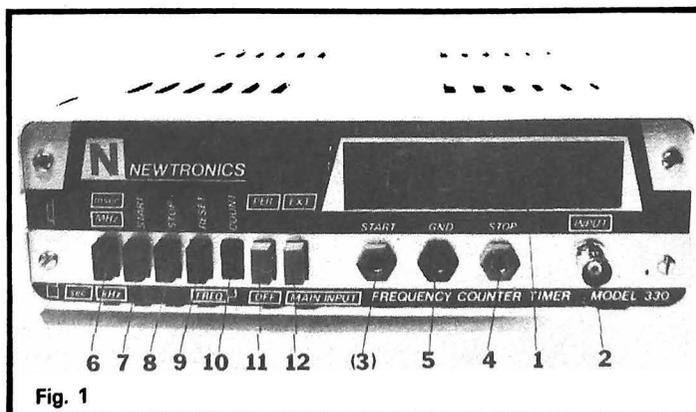

Fig. 1
On trouvera le détail de cette dernière, dans la photographie de la figure 1. Les afficheurs (1), de grandes dimensions (12 mm de hauteur), sont